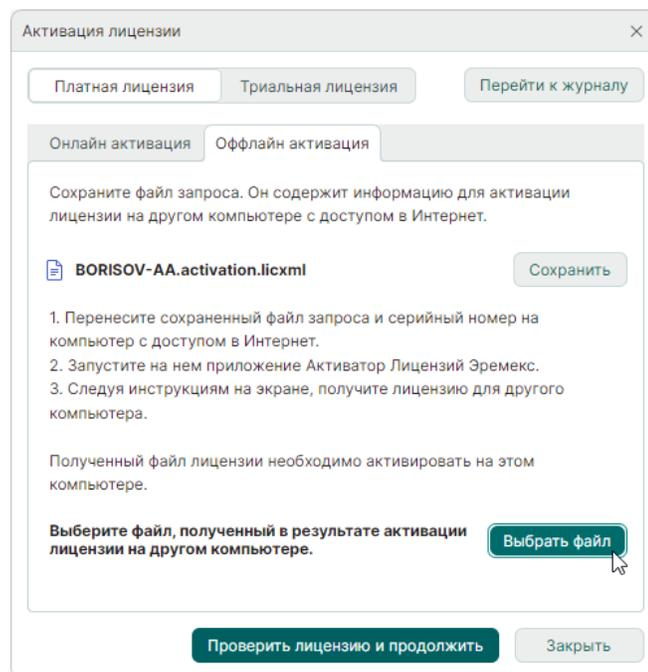

Рис. 25 Выбор файла лицензии
9. Нажмите «Выбрать файл» и выберите файл лицензии, см. Рис. 25.